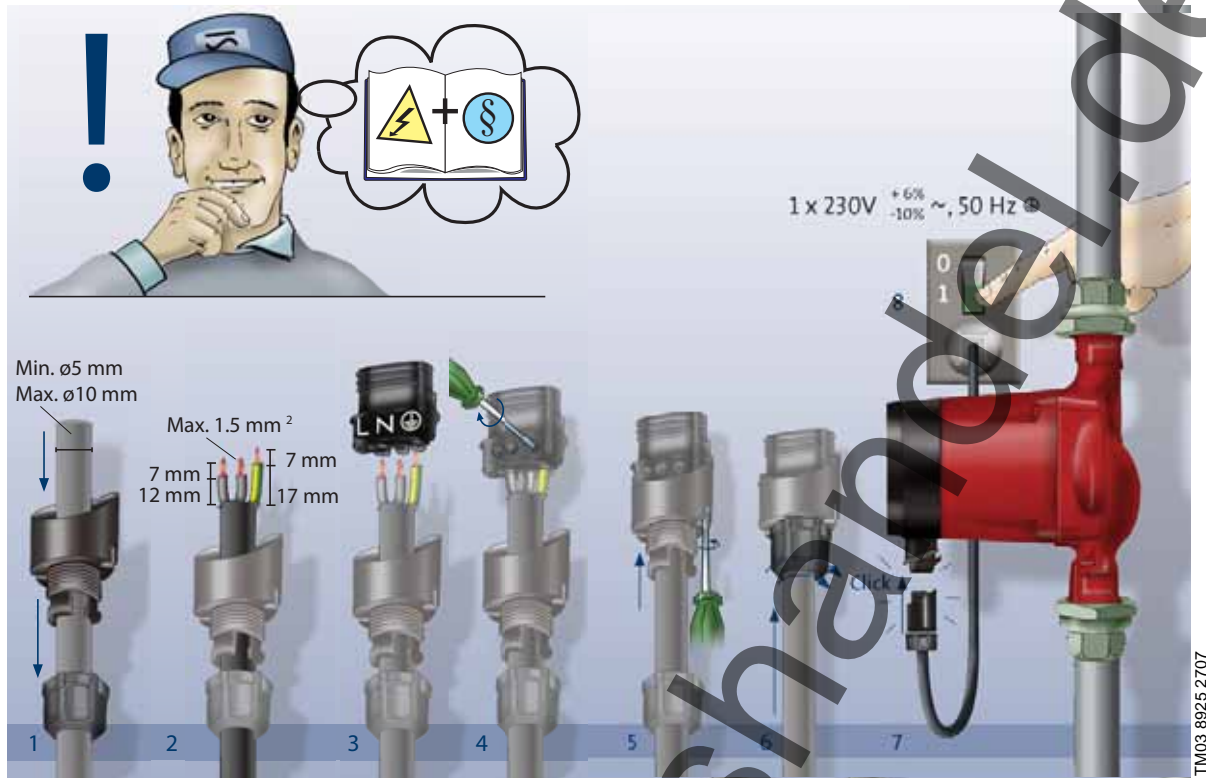

Abb. 6 Elektrischer Anschluss
- Schließen Sie die Pumpe mithilfe des mitgelieferten Steckers, wie in Abb. 6, Schritte 1 bis 8 gezeigt, an das Netz an.